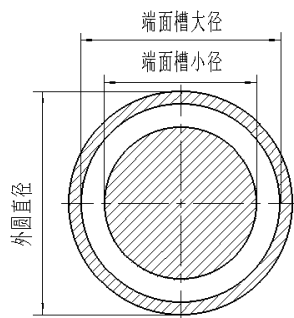

图 3 端面槽剖面
4. 如图 3 端面槽剖面所示, 如果要精确测量端面槽的小径尺寸, 最好选用 ()
5. 如图 3 所示, 如果需要直接、快速、精确测量端面槽的宽度尺寸, 最好选用 ()